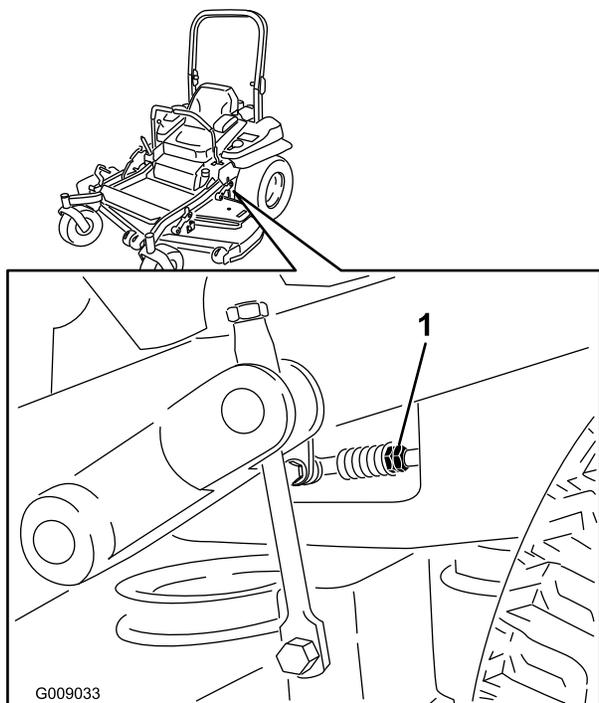

Figure 86
7. Placez les leviers de commande de déplacement en position point mort. Réglez la longueur des tiges de pompes en tournant les doubles écrous dans le sens voulu jusqu'à ce que les roues tournent légèrement en marche arrière (Figure 86). Placez les leviers de commande de déplacement en position de marche arrière et, tout en appuyant légèrement sur les leviers, laissez les ressorts de marche arrière ramener les leviers au point mort. Les roues doivent s'arrêter de tourner ou tourner légèrement en arrière.